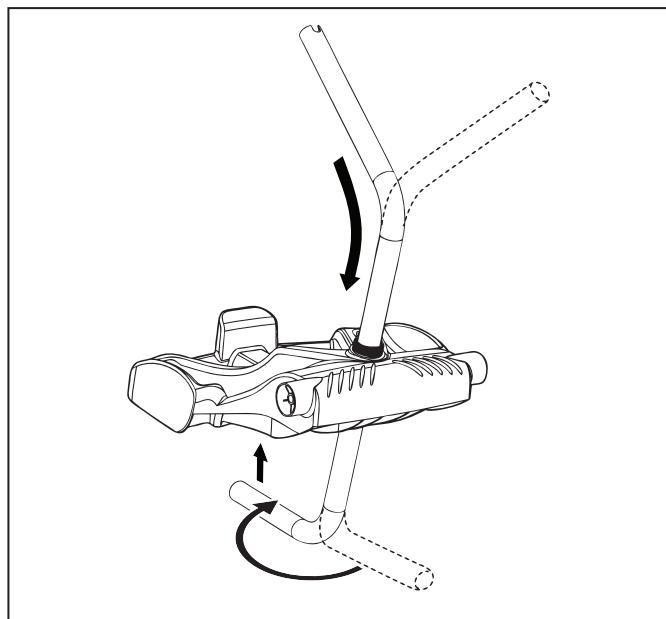

Figura 3. Conecte el mango de metal a la unidad base
2. Inserte el tubo del mango de metal en la base con el extremo que tiene la muesca para arriba y luego gírelo para que las curvas queden orientadas para el lado opuesto a la posición donde usted se encuentra. (Figura 3).
3. Empuje la base hacia abajo (Figura 3) para que el mango de metal encastre en el hueco que está en la parte inferior de la base.